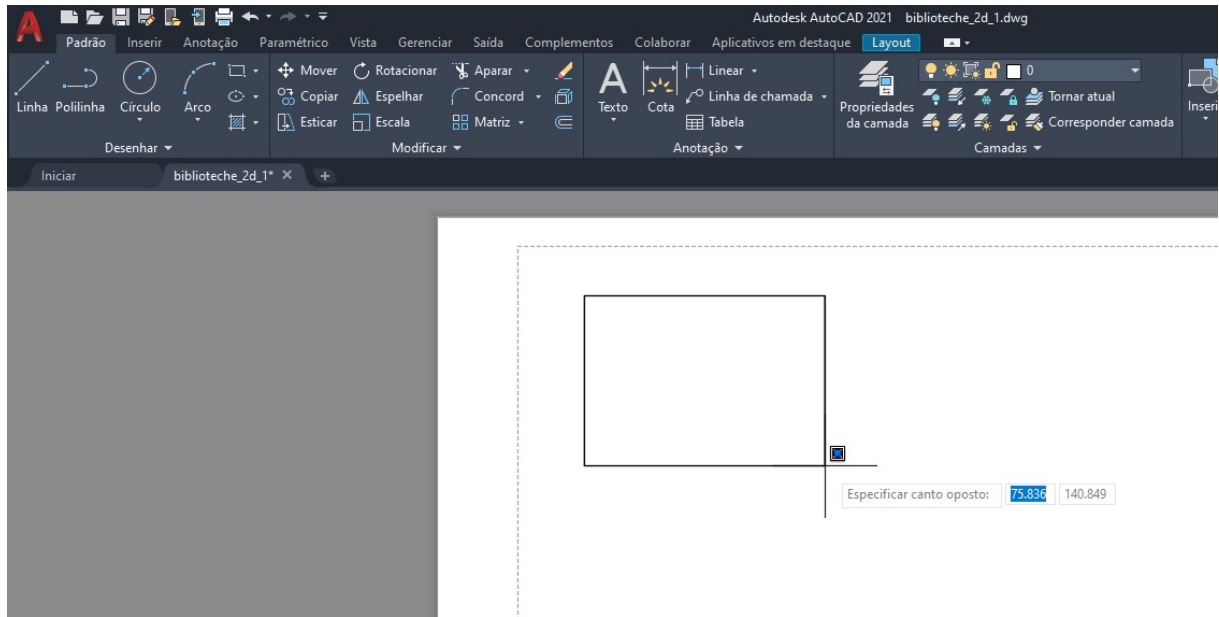

Figura 3.8.5: Seleção da área de plotagem.
- **Área de plotagem:** nesse caso, escolhe-se a opção janela, onde é possível selecionar a área de impressão. Note que iremos escolher a área exata da folha desenhada no *layout*, como mostra a figura 3.8.5;